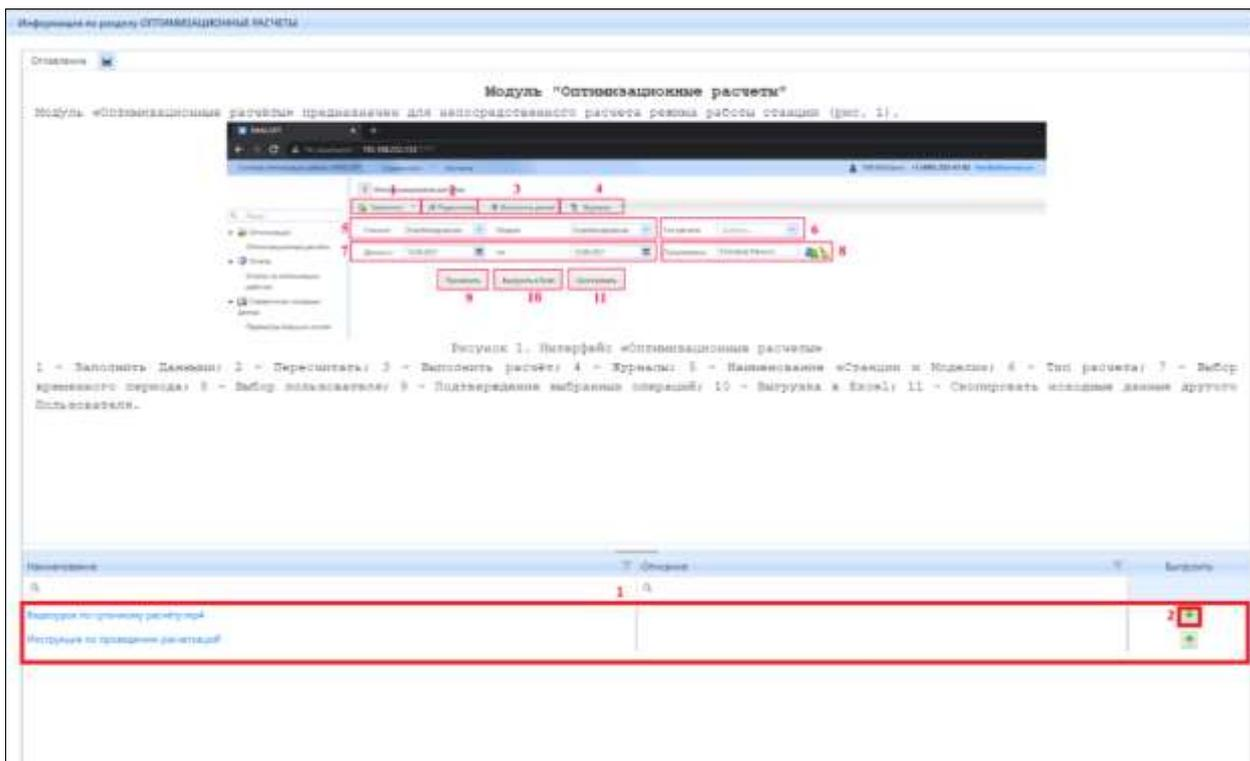

Рисунок 3.3.7 – Внешний вид окна со справочной информацией по модулю «Оптимизационные расчеты», приложенные файлы
При наличии видеоинструкции или приложенного файла в формате PDF в поле (1) на рисунке (рис. 3.3.7) появится гиперссылка. При необходимости файл с инструкцией можно выгрузить, нажав на кнопку (2) (рис. 3.3.7).
Для просмотра данных файла выберите необходимую строку в блоке (1) (рис. 3.3.7), затем перейдите по ссылке с именем вложения. Затем в Системе появится окно с видеопроигрывателем, где будет воспроизведена видеоинструкция.